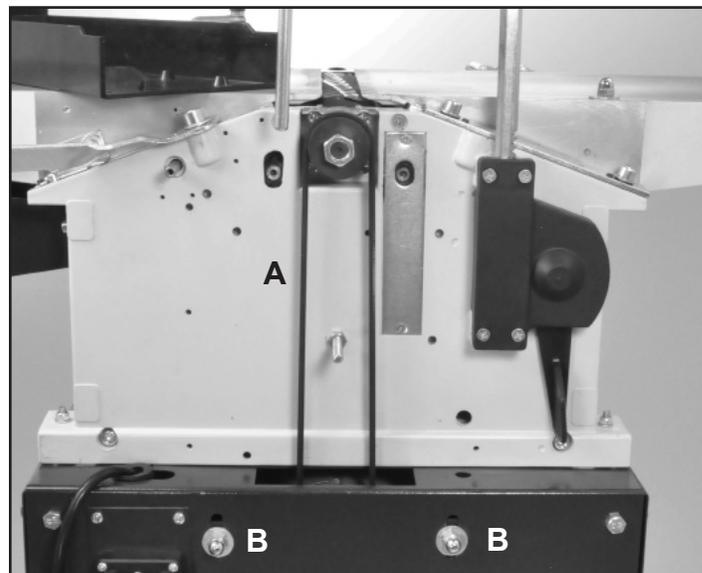

FIG. 30
3. Compruebe la tensión de la correa de accionamiento del *cabezal de corte* (#309, FIG. 30, A) con presión del pulgar. La correa de transmisión no debe dar más de 3/8" en el centro. 32.
4. Desde la parte delantera de la máquina, afloje las cuatro tuercas (#313, FIG. 30, B) que fijan el motor en su lugar. Levante el motor para aflojar la tensión de la correa de transmisión o muévelo hacia abajo para aumentar la tensión de la correa.